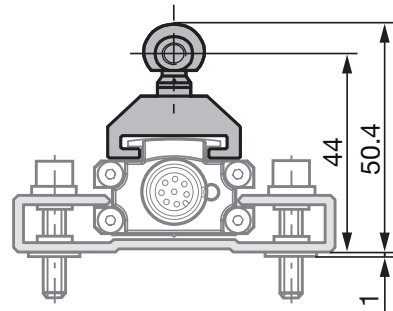
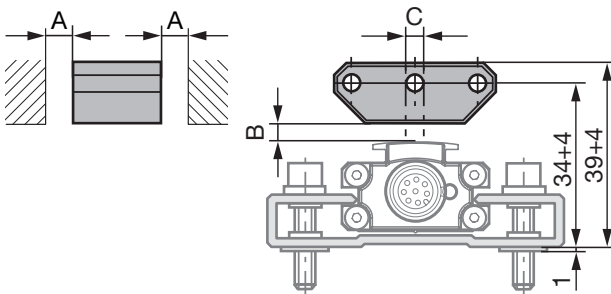

Fig. 4-1 : Dimensions et distances pour le capteur de position BTL5-F-2814-1S
Fig. 4-3 : Dimensions et distances pour le capteur de position BTL5-P-3800-2
i Le capteur de déplacement Micropulse à construction profilée convient aussi bien aux capteurs de position libres, c'est-à-dire fonctionnant sans contact (voir figures 4-3 à 4-7) qu'aux capteurs de position guidés (voir figures 4-1 et 4-2).
- La distance A entre le capteur de position et les éléments en matériau magnétisable doit être au minimum de 10 mm (voir figures 4-3 à 4-7).
- Pour la distance B entre les capteurs de position et de déplacement et pour le déport de l'axe C (voir figures 4-3 à 4-7), les valeurs suivantes doivent être respectées :
Tab. 4-1 : Distance et déport pour capteur de position (voir figures 4-3 à 4-7)